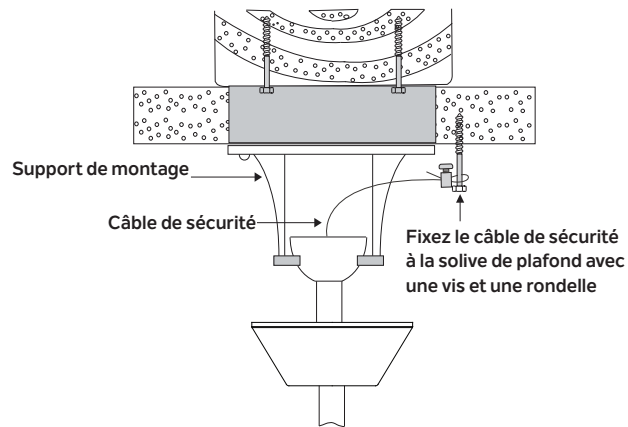

Fig. 10
Étape 1. Fixez la vis à bois et les rondelles fournies à la solive de plafond, à côté du support de montage. (Fig. 10)